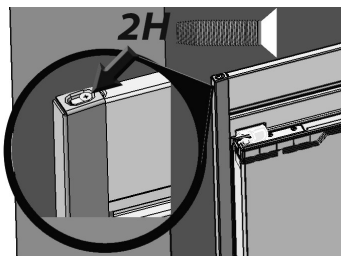

Fig. 14
10. a. Placez les garnitures latérales en les déposant sur la vis de placement comme illustré à la Fig. 9 et en les plaçant sur la garniture supérieure (Fig. 14).
- b. Fixez une vis 2H de chaque côté de la garniture supérieure (Fig. 14). **Serrez à la main seulement!**